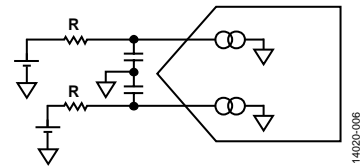

図 6. 擬似差動 ADC
- 両方の入力を高インピーダンス源に接続します (図 6 参照)。誤差は、真の差動信号を使用した場合と同様になります。